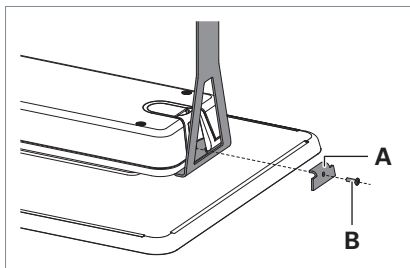

Fig. 5: Visser l'équerre à la fixation au plafond.
- ▶ Visser l'équerre **A** au dispositif de fixation au plafond au moyen de la vis **B**, voir Fig. 5.